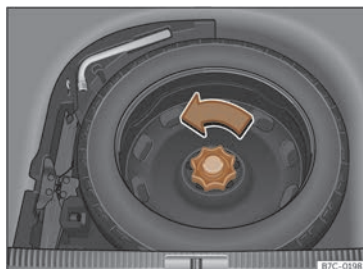

Fig. 244 En el maletero: piso de carga alzado.
- Gire la ruedecilla en sentido contrario a las agujas del reloj >>> **fig. 244**.